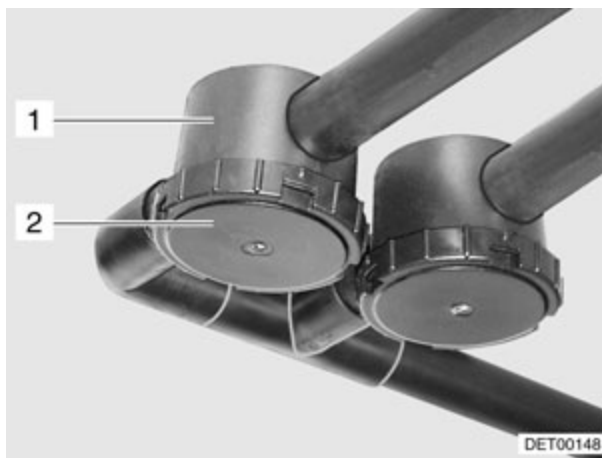

Fig. 174 Cierre contra olores
- ▷ En caso de peligro de helada, en los modelos sin doble fondo, retirar el fondo del sifón (Fig. 174,2). De este modo, el sifón estará protegido contra las heladas.
La autocaravana se ha equipado con cierres contra olores (Fig. 174,1), para evitar los posibles olores causados por la instalación de aguas residuales. Los cierres contra olores se han montado en las tuberías de aguas residuales.
- Limpiar los cierres contra olores a más tardar cada dos años. Para esto, desenroscar el fondo (Fig. 174,2).